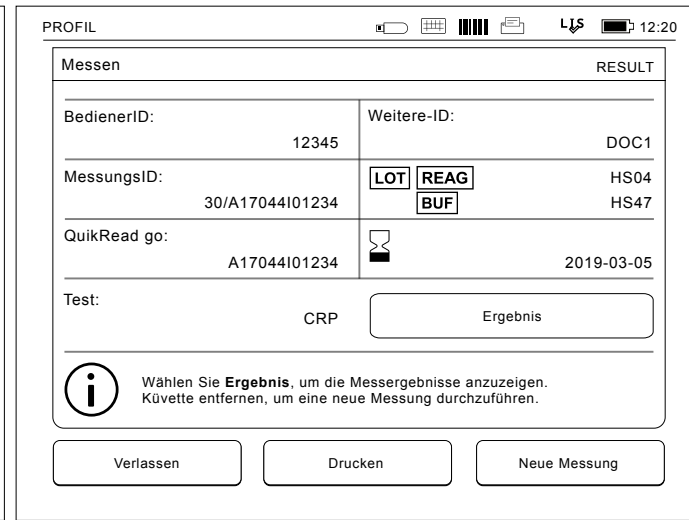

Bild 17b Info zum Ergebnis-Bildschirm
4. Nachdem der Test abgeschlossen ist, wird das Ergebnis auf dem Display angezeigt. Die Küvette wird zur Entnahme herausgefahren. Wählen Sie *Ergebnis Info* aus um zusätzliche Informationen des Tests anzuzeigen (siehe **Bild 17b**).